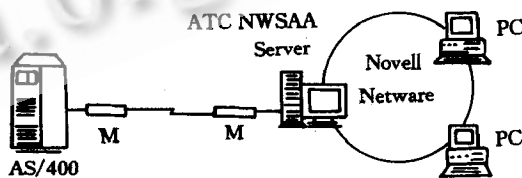

图 6 AS/400 系统远程仿真终端连接方式 3
3. 通过 AS/400 主机系统的 2617 ETHERNET 卡,通过 MODEM 和电话线与远程 PC 机端的 MODEM 和 ETHERNET 卡连接,远端的 PC 机在不同软件的支持下既可作为单独的远程终端使用,又可作为远程终端服务器,在不同软件的支持下,有效地支持若干个远程终端(如图 6)。